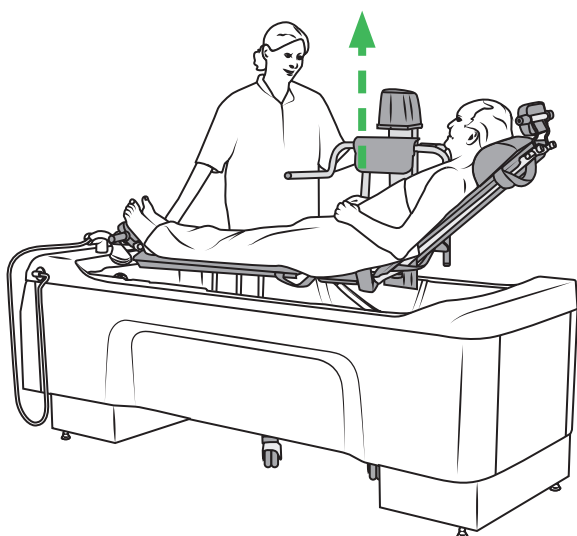

Figure 49
3. Relever le brancard élévateur d'hygiène. Voir la section Figure 49.